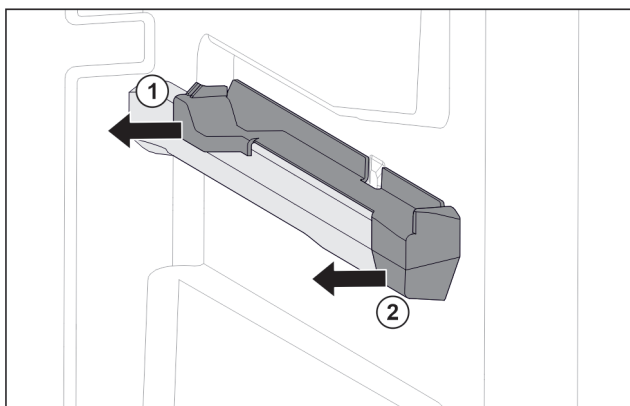

Fig. 194 右侧容器肋梁上的插装件
- ▶ 将插装件后部拉到一侧。 Fig. 194 (1)
- ▶ 将插装件前部拉到一侧。 Fig. 194 (2)